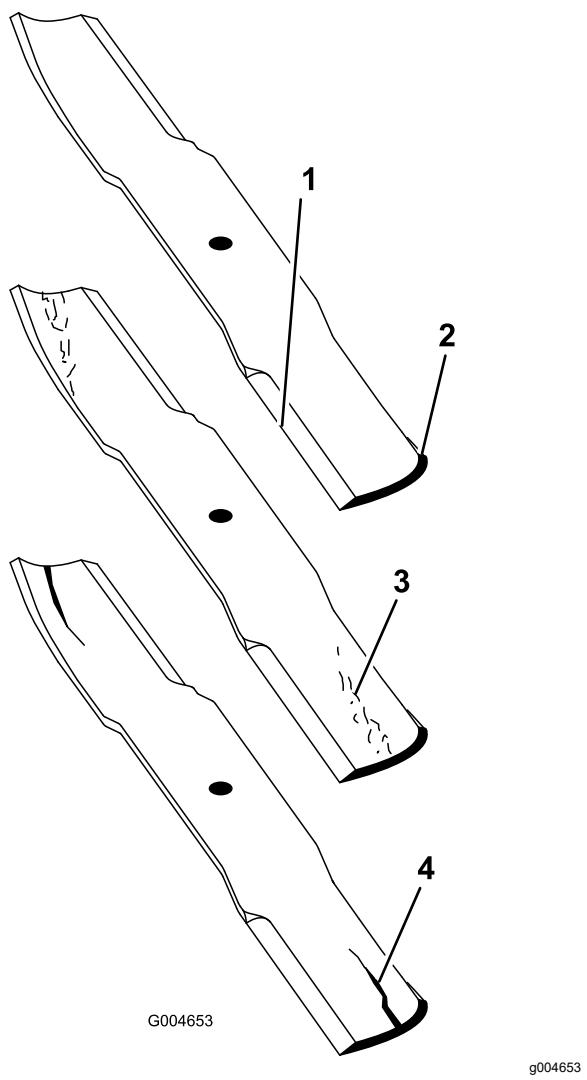

Figura 91
2. Pečlivě zkontrolujte ostří žacích nožů, zejména v místech, kde se setkávají ploché a zakřivené části (Figura 91).
Nota: Jelikož písek a abrazivní materiál mohou obroušovat kov spojující ploché a zakřivené části žacího nože, je nutné žací nůž před použitím sekačky kontrolovat. Je-li žací nůž opotřebený (Figura 91), vyměňte jej.